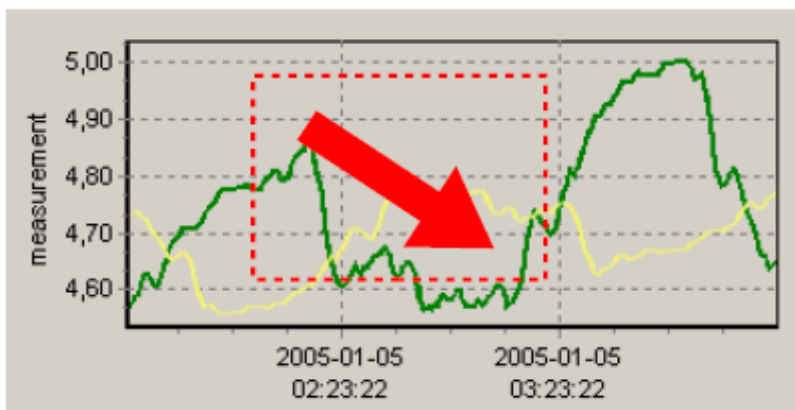

Fig. 3.7. Ampliar gráfico
- **ampliar gráfico** – un gráfico puede ampliarse marcando el área de interés con el puntero del ratón. Para hacer esto, primero haga pulse el botón izquierdo del ratón y mientras lo mantiene pulsado arrastre el punto a la esquina inferior derecha del gráfico. El rectángulo marcado de esta manera se ampliará (Fig. 3.7).